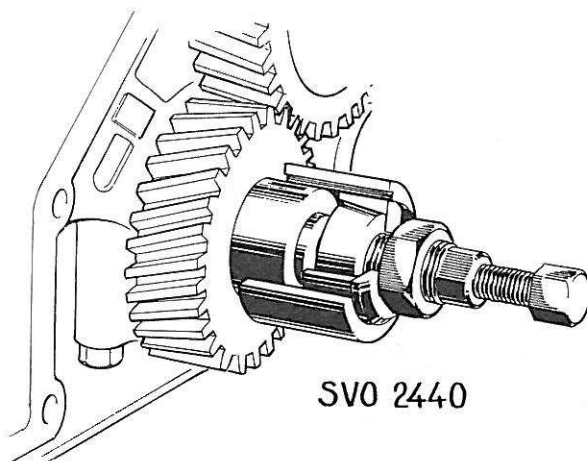

Figure 46. Démontage du moyeu de vilebrequin
3. Démontez le moyeu du vilebrequin en se servant de l'extracteur SVO 2440, figure 46. Avant d'adapter l'outil sur le moyeu, il faut visser en arrière le grand écrou de manière à desserrer le cône. Faire de même pour la vis centrale. Poser ensuite l'outil en place, visser le grand écrou de manière à bien serrer le moyeu et extraire ensuite ce dernier en serrant la vis centrale de l'outil.